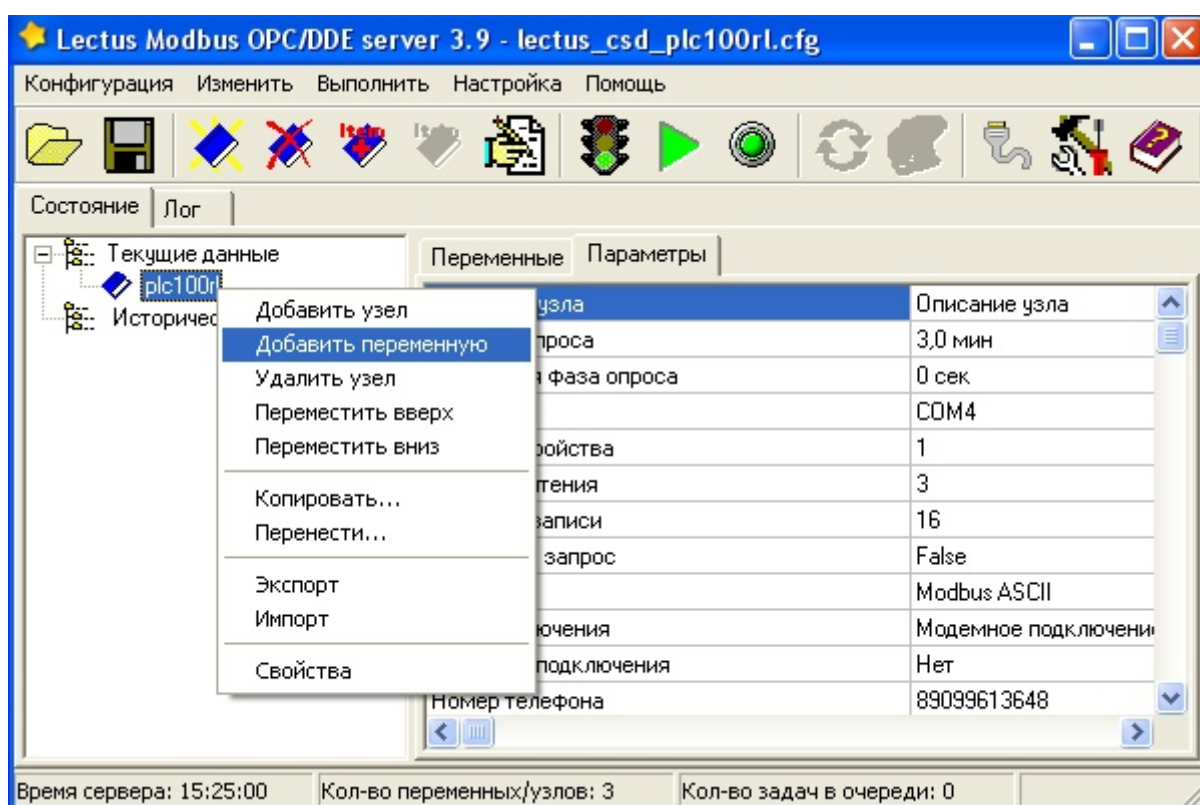

Рис.3.5
7) Добавить переменные в Modbus-узел, для этого нажать правой кнопкой мыши на узел и выбрать пункт меню «Добавить переменную» (Рис.3.5).